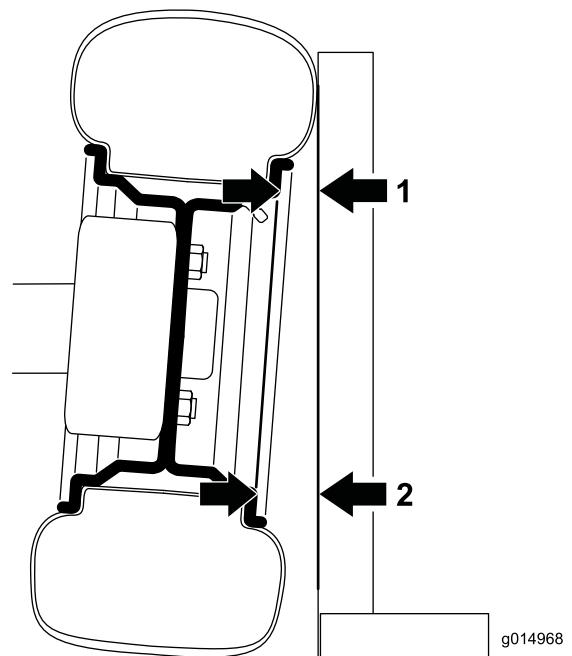

Рисунок 37
1. Чтобы проверить угол раз渲а, установите 90-градусный угольник на полу таким образом, чтобы вертикальная грань касалась лицевой поверхности шины (Рисунок 37).
2. Измерьте от той же части обода в верхней и нижней частях шины до квадрата (Рисунок 37). Величина нижнего измерения должна быть на 2,3 мм больше, чем величина верхнего. Выполните измерение на обеих передних шинах, прежде чем регулировать их.